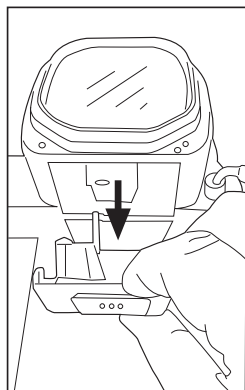

Fig. 17
- Después de sujetar la tolva, aplique una ligera presión para liberarla del cuerpo máquina **(Fig.17)**